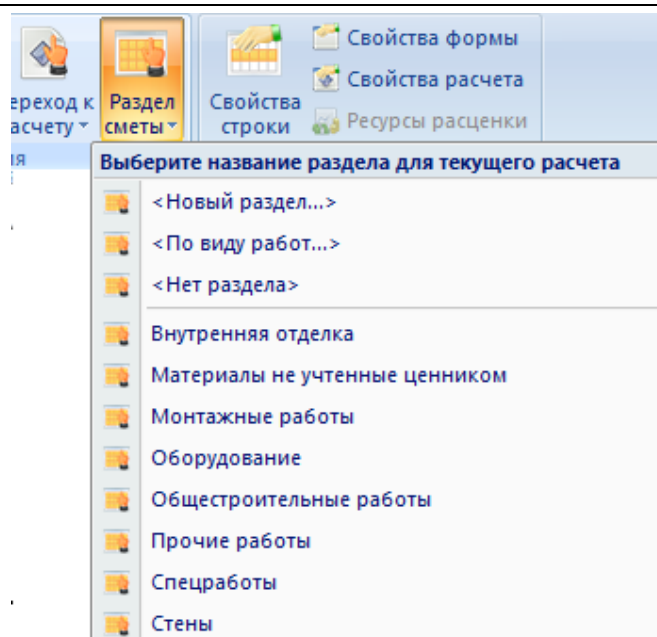

Рис. 1.6 Выбор названия раздела
- Щелкнуть мышью по любой строке таблицы затрат. При помощи команды **Раздел Сметы** (рис. 1.6), расположенной на вкладке **Главная**, выбрать из списка нужное наименование.